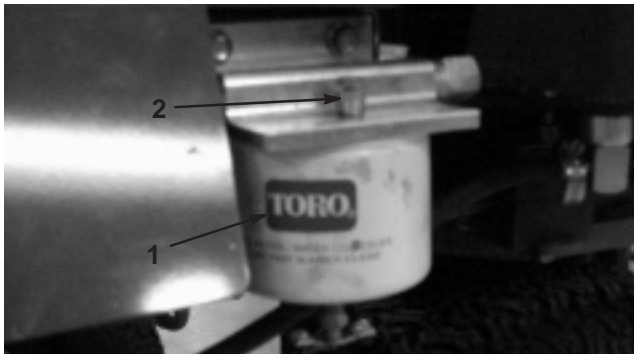

Figure 35
2. Desserrez la vis de purge en haut du filtre à carburant/séparateur d'eau (Fig. 35).